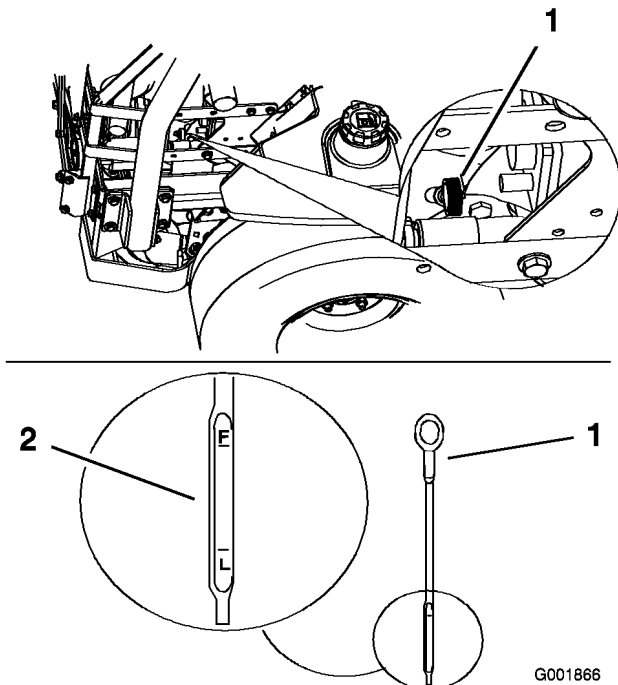

Figura 43
3. Limpie alrededor de la varilla de nivel de aceite (Figura 43) de forma que la suciedad no
4. Retire la varilla de aceite y limpie el extremo metálico (Figura 43).
5. Introduzca la varilla a fondo en el tubo de llenado. Retire la varilla y observe el extremo metálico (Figura 43). Si el nivel de aceite es bajo, vierta lentamente sólo la cantidad de aceite suficiente en el orificio de llenado para que el nivel llegue a la marca Lleno.